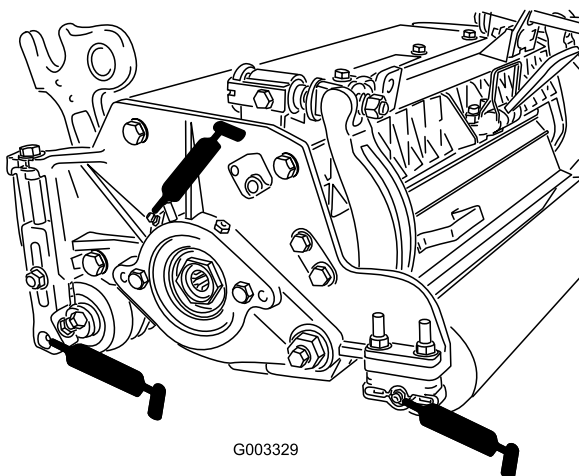

Figura 24
Cada unidade de corte possui (6) bocais de lubrificação (Figura 24) que deverão ser lubrificados regularmente com massa lubrificante nº 2 para utilizações gerais, à base de lítio.